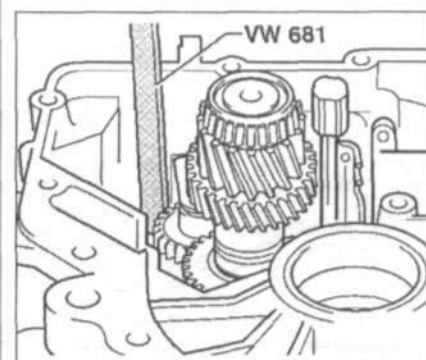

Рис. 8.36. Приподнимите шестерню передачи заднего хода так, чтобы рычаг включения передачи заднего хода мог быть вставлен позже.
26. Приподнимите шестерню передачи заднего хода так, чтобы рычаг включения передачи заднего хода мог быть вставлен позже (рис. 8.36).